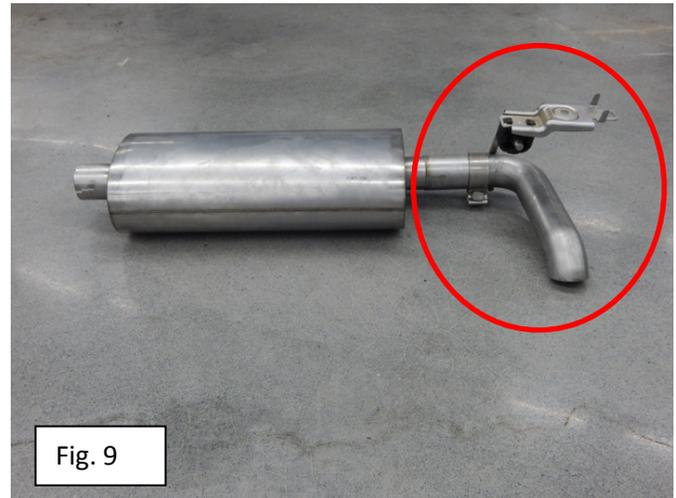

Fig. 9
5. Slide the R/H isolator over the hanger of the tip section. Slide a 57mm clamp over the expanded end of the kit tip section and slide it onto the outlet (non expanded end) of the kit muffler. Do not tighten the clamp. Ref. Fig. 9.
3. Deslice el aislador del lado derecho sobre el colgante de la sección del casquillo. Deslice una abrazadera de 57 mm sobre el extremo expandido de la sección del casquillo del kit y deslícelo sobre la salida (extremo no expandido), del silenciador del kit. No apriete la abrazadera. Ref. Fig. 9.
3. Enfiler l'isolant droit sur la suspente de portion de bout. Enfiler un collier de 57 mm sur le bout évasé du tuyau de bout neuf, puis l'enfiler sur la sortie (côté non évasé) du silencieux neuf. Ne pas serrer le collier. Voir Fig. 9.